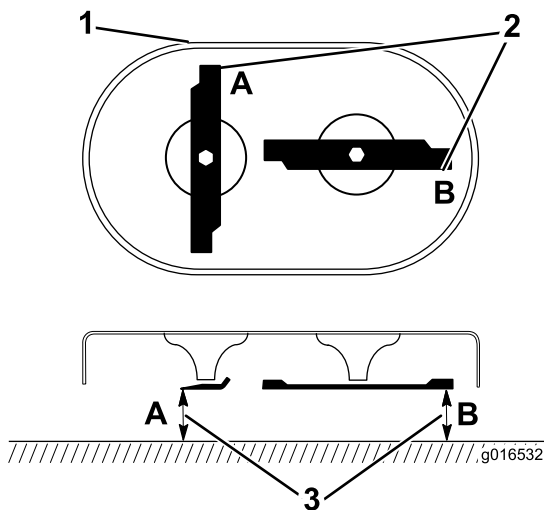

Figure 42
1. Faites pivoter les lames jusqu'à ce qu'elles soient positionnées comme illustré à la Figure 42.
2. Mesurez la distance entre une surface plane et le tranchant des lames aux points **A** et **B**, (Figure 42), et notez ces deux dimensions.